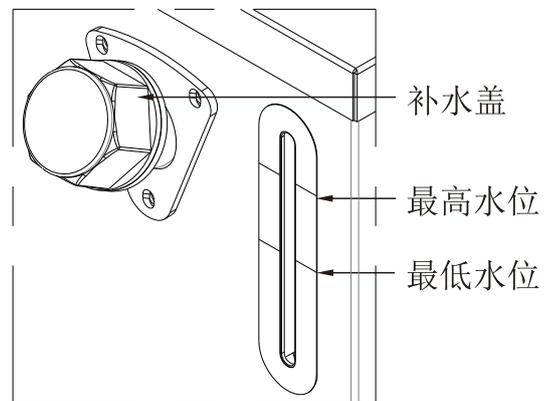

图9 液位在高低水位之间
- 机器开机前要确保冷却水正常运行，新机开机后要排空水管中的空气注1，水箱水位会略有下降，应适量加水注2至高低水位之间（见图9）。